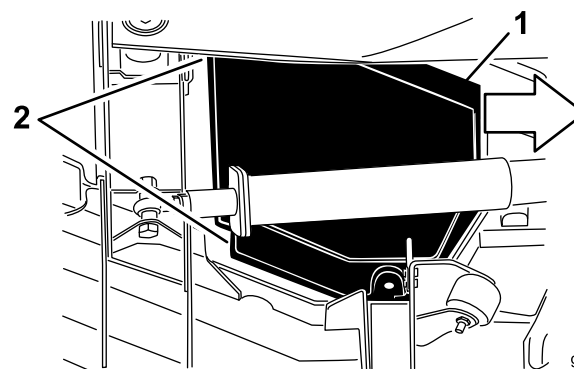

Figura 84
5. Sollevando il coperchio, fatelo scorrere verso il trattorino di circa 2,5 cm, per sganciare il bordo del coperchio esterno dal piatto (Figura 84).